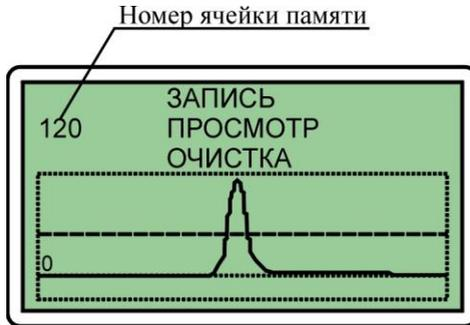

Рис. 6.9 Режим работы с памятью
**6.13.2.1** Кнопками "↑", "↓" установить курсор на строку "ПАМ" и нажать кнопку "←" ВВОД, при этом дефектоскоп перейдет в режим работы с памятью (рис. 6.9).
**6.13.3.1** Кнопками "↑", "↓" установить курсор на строку "ПРОСМОТР" (рис. 6.9) и нажать кнопку "←" ВВОД.
**6.13.4.1** Кнопками "↑", "↓" установить курсор на строку "ОЧИСТКА" (рис. 6.9) и нажать кнопку "←" ВВОД. При этом на дисплее дефектоскопа появится предупреждающее сообщение "СТЕРЕТЬ?".